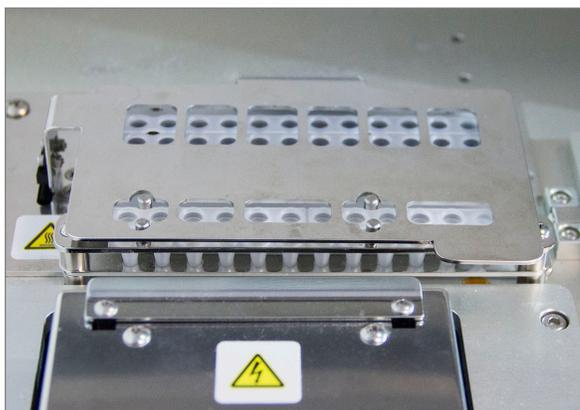

FIGURA 5.23: tapa cerrada sobre los tubos
- a. Cierre de forma segura la tapa que se pliega sobre los tubos (**FIGURA 5.23**).